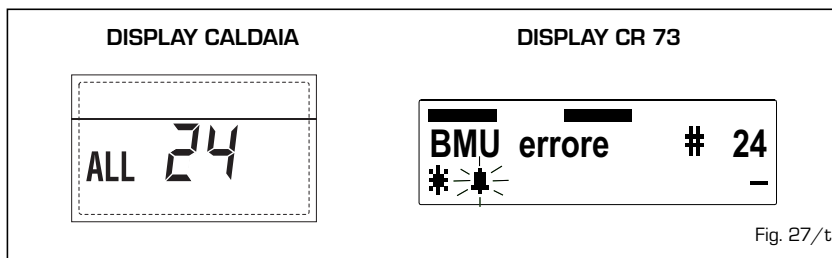

Fig. 27/t
– **ANOMALIA GUASTO SONDA BOLLITORE SOLARE S2 "ALL 25 - # 25"** (fig. 27/u)